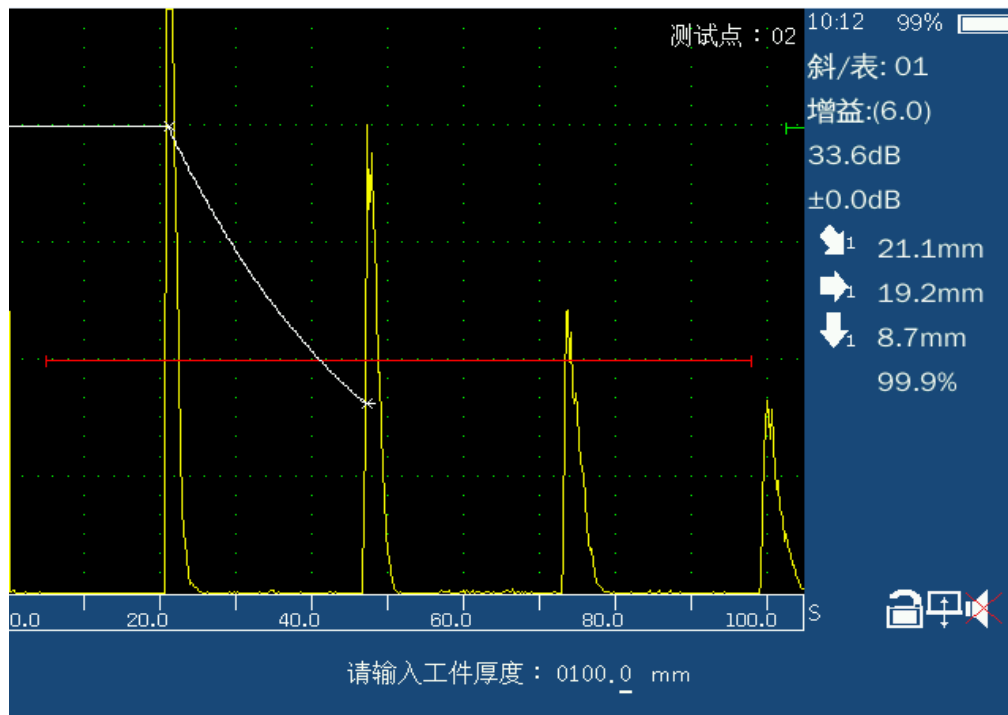
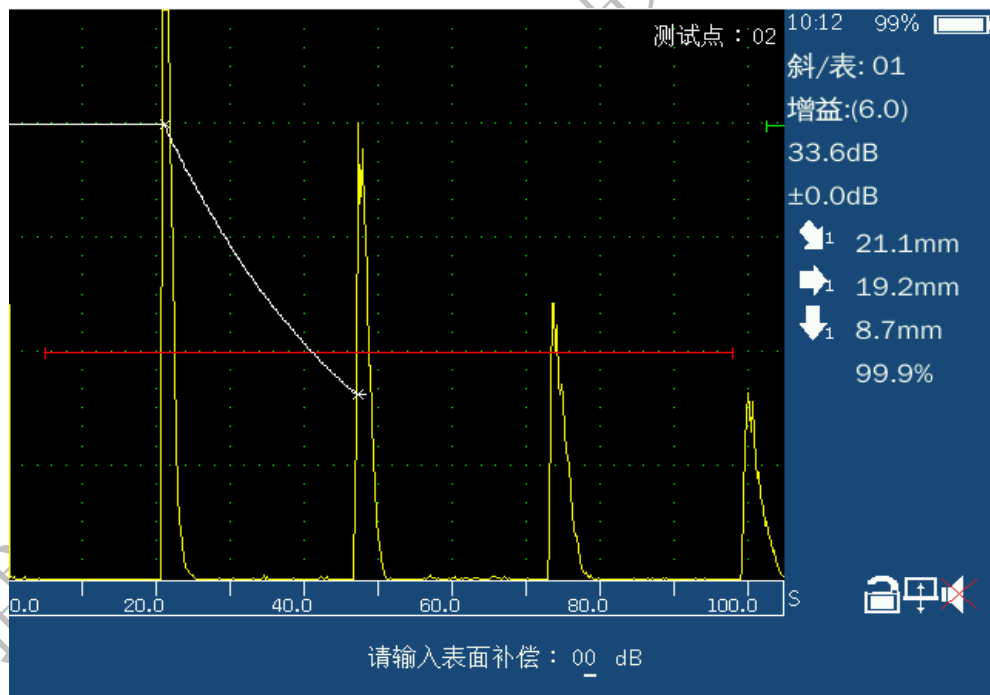

图 8
图 9
6. 确认曲线做成后，按确定键，输入工件厚度，表面补偿等（图 8）（图 9）